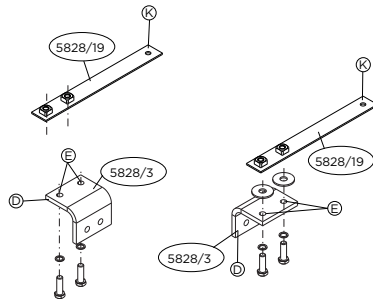

Fig.1
- Внимание! При необходимости:** Просверлить отверстия E Ø13mm в шасси. (см. рис. 1).
- Внимание! При необходимости:** Поставить упорные кронштейны K. (см. рис. 1).